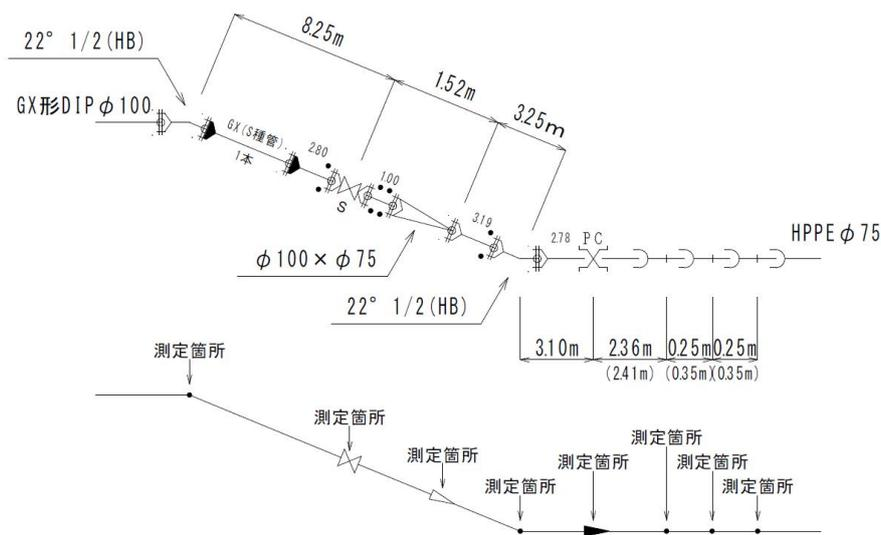

図8-12 区間距離表示例及び測定箇所(例)
- a オフセット測量の箇所を ● で示し、基準点からの平面距離及び管路布設位置を記載する(図8-12、13参照)。
- a オフセット区間ごとに平面延長を記入し、管路延長については括弧書きで表示する。(図8-12参照)